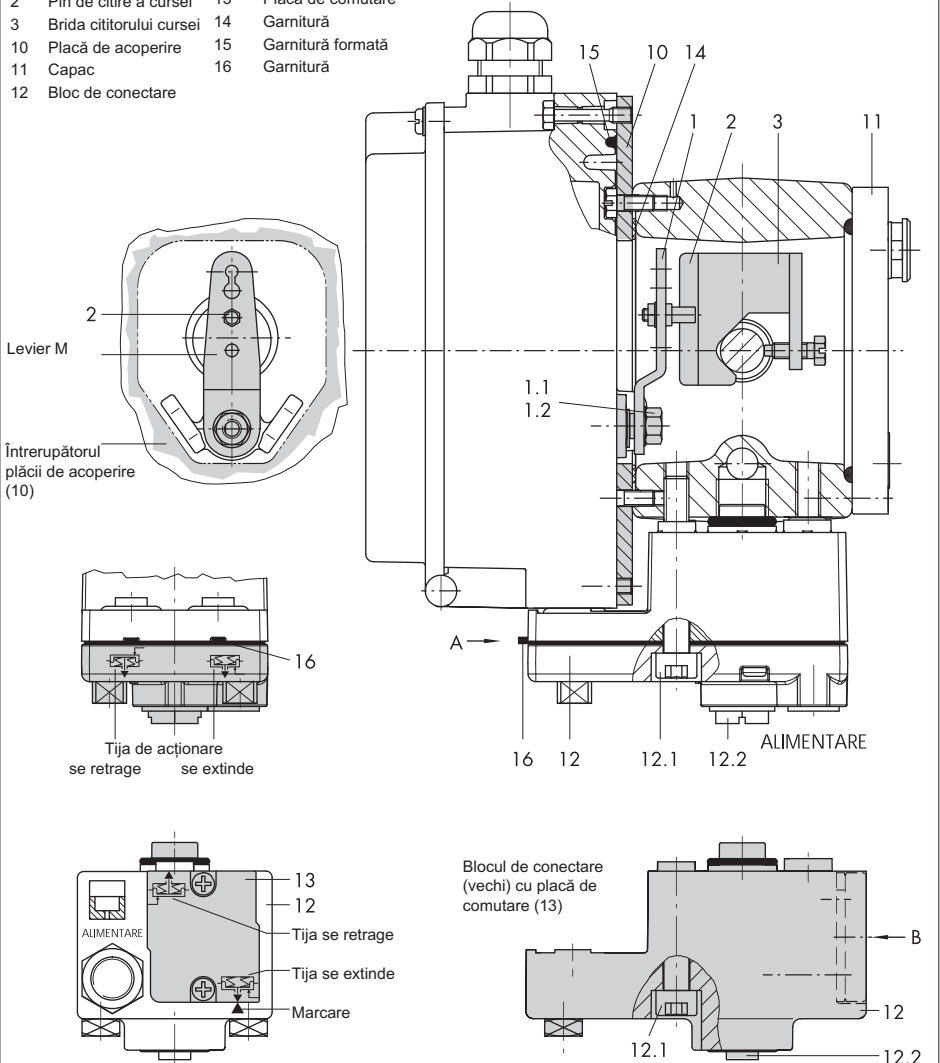

Fig. 5 - Conectare directă – Conexiunea presiunii de semnal pentru servomotor tip 3277 cu 240, 350 și 700 cm2
Tabelul 2 Conectarea directă la servomotorul tip 3277 vedeți Fig. 5
1. Așezați brida cititorului cursei (3) pe tija de acționare, aliniați și înșurubați strâns astfel încât șurubul de montare să se afle în degajarea de pe tija de acționare.
2. Montați placa de acoperire (10) cu partea îngustă a deschiderii întrerupătorului (Fig. 5, pe stânga) orientată către conectarea presiunii de semnal. Asigurați-vă că garnitura din material compozit (14) este orientată către jugul servomotorului.
3. Pentru servomotoare cu 700 cm2, scoateți pinul de citire a cursei (2) la levierul **M** (1) de pe spatele poziționerului din poziția pinului **35**, re poziționați-l în orificiul pentru poziția pinului **50** și înșurubați strâns. Pentru servomotoarele de 240 și 350 cm2 cu o cursă de 15 mm, pinul de citire a cursei (2) rămâne în poziția pinului **35**.
4. Introduceți garnitura formată (15) în degajarea din carcasa poziționerului.
6. Asigurați-vă că vârful garniturii (16) care iese din partea laterală a blocului de conectare (12) este poziționat peste simbolul servomotorului care corespunde servomotorului cu poziția de siguranță „Robinet normal închis” sau „Robinet normal deschis”. Dacă este necesar, scoateți cele trei șuruburi de fixare și capacul. Apoi re poziționați garnitura (16) înapoi la 180°. Versiunile anterioare ale blocului de conectare (Fig. 5, jos) necesită ca placa de comutare (13) să fie înapoi astfel încât simbolul corespunzător al servomotorului să indice marcajul.
7. Plasați blocul de conectare (12) cu inelele de etanșare către poziționer și jugul servomotorului. Înșurubați strâns folosind șurubul de fixare (12.1). Pentru servomotoare cu poziția de siguranță „Robinet normal deschis”, scoateți în plus opritorul (12.2) și fixați-l pe conductele de presiune de acționare externe.
8. Montați capacul (11) pe cealaltă parte. Asigurați-vă că dopul de aerisire este orientat în jos când robinetul de reglare este instalat pentru a permite scurgerea apei condensate care se adună.